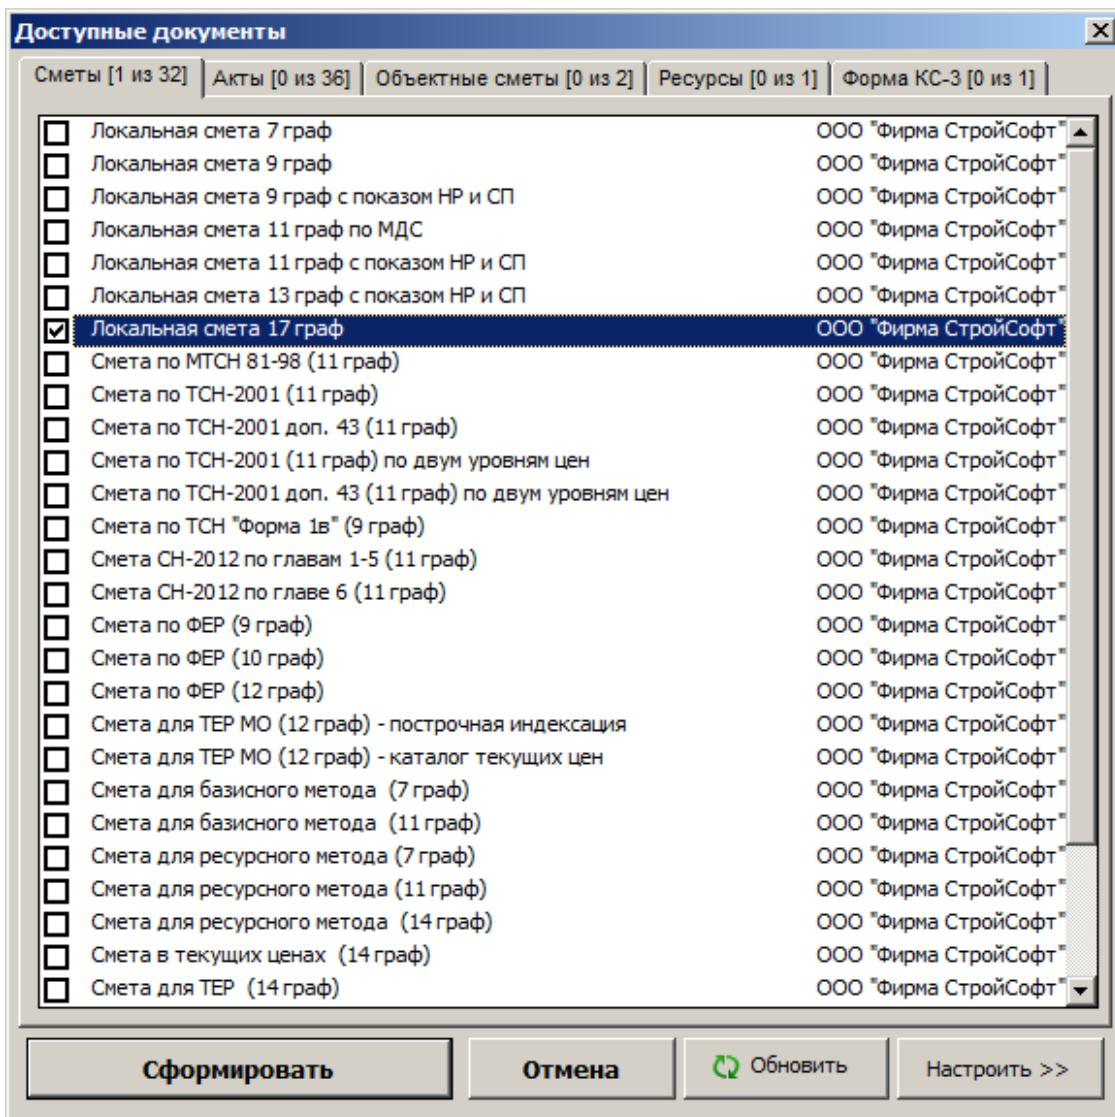

Рис. 4. Выбор шаблонов при экспорте
**Обратите внимание**, что окно содержит несколько вкладок: Сметы, Акты, Объектные сметы, Ресурсы, Форма КС-3 (см. рис. 4).